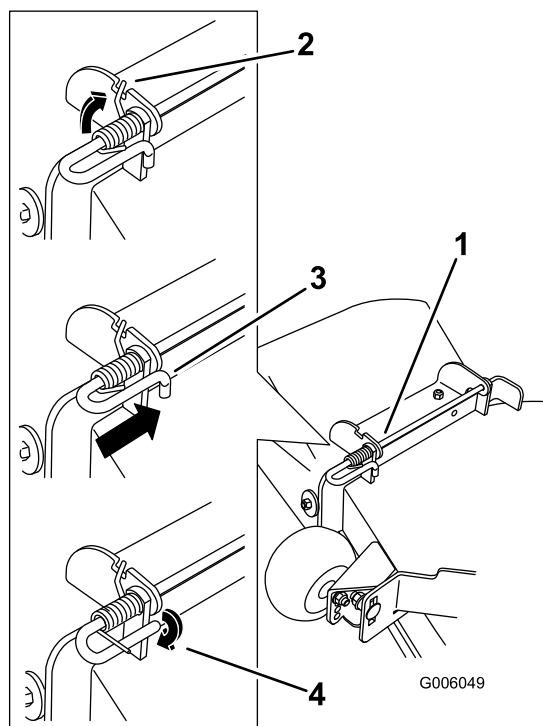

Figura 72
- Levante el extremo largo del muelle y colóquelo en la muesca del soporte de montaje del deflector (Figura 72).
- Fije el conjunto de varilla y muelle torciéndolo de manera que el extremo corto de la varilla pueda colocarse detrás del soporte delantero que está soldado a la carcasa (Figura 72).